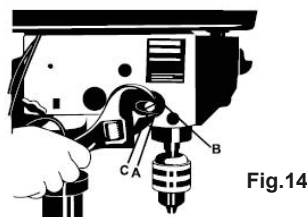

Fig.14
- 2º Posicione a chave de fenda na fenda inferior frontal (A) da tampa da mola (B), e segure-a nesta posição enquanto estiver afrouxando e removendo as porcas;
- 4º Aperte a porca interior (C) com a chave. Não faça isto excessivamente. Isto irá impedir o eixo-árvore de ser removido;
- 6º Verifique o eixo-árvore quando movimentar a alavanca. A operação do eixo-árvore deve ser suave, com movimentos irrestritos. Se o deslocamento estiver muito apertado, afrouxe um pouco as porcas até que o movimento não mais seja dificultado (Fig.14);